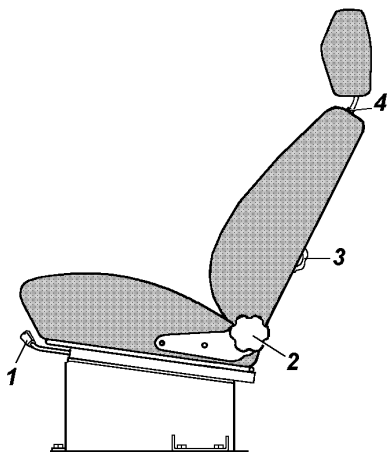

Рис. 3.13. Переднее сиденье:
Регулировка **передних сидений** в продольном направлении осуществляется с помощью рычага 1 (рис. 3.13): поверните рычаг вверх, переместите сиденье и отпустите рычаг.
-снимите подголовники с передних сидений, переместите сиденья в крайнее переднее положение и вращением ручек 2 (рис. 3.13) наклоните спинки назад.